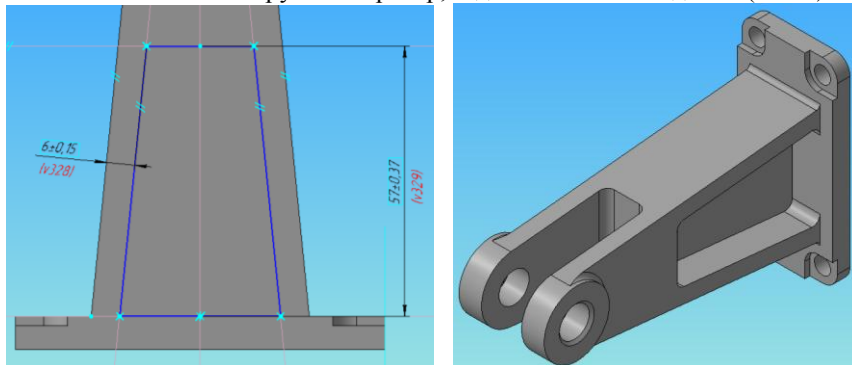

Рис.7- Побудова Ескізу 9, остаточний результат побудови моделі
9. Для побудови пазів-заглиблень на гранях кронштейну виділити відповідну грань, натиснувши кнопку *Ескиз* і побудувати Ескиз 9. Вийти з режиму *Ескиз* і виконати операцію *Вырезать выдавливанием* на глибину 11мм. Після цього знову використати команду *Массив - Зеркальный массив* та створити паз з іншого боку (Рис.7).
11. Виконати заокруглення ребер, заданих в ескізі завдання (Рис.7).